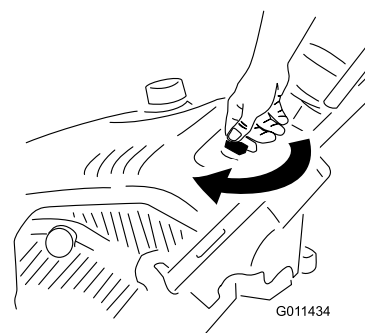

Figura 12
1. Gire la llave de contacto a la posición de CONECTADO (Figura 12).